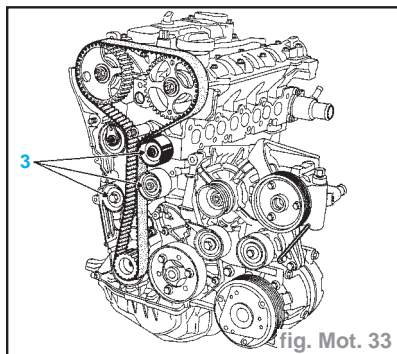

fig. Mot. 33
- Reposer : (fig. Mot. 33)
- les galets enrouleur (3) en serrant les vis de fixation au couple de :
- les galets enrouleur (3) en serrant les vis de fixation au couple de **5 daN.m** pour les **Ø 10** et **2,5 daN.m** pour les **Ø 8 mm** (fig. Mot. 33).